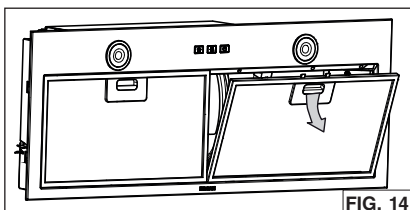

FIG. 14
2. Retirer les filtres à graisses en appuyant sur le loquet et en les basculant vers le bas (FIG. 14). Mettre les filtres de côté.